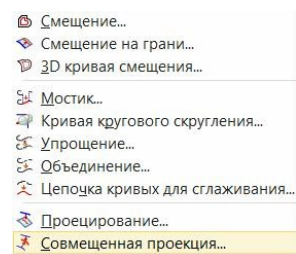
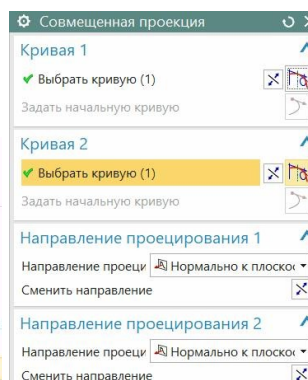

рис.95
рис.96
- Соответствующую команду нужно искать в падающем меню «Вставить \ Кривая по кривой \ Совмещенная проекция» (рис.95). В ответ появится диалоговое окно рис.96, в котором следует указать обе исходные кривые.